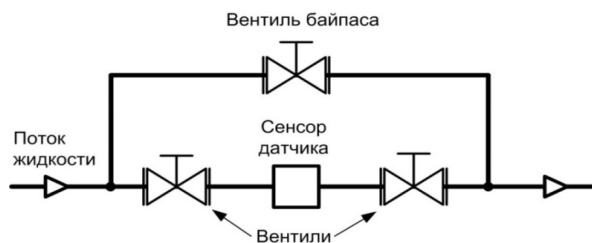

Рисунок 5.7 – Установка сенсора по схеме типичного байпаса
**Демонтаж сенсора для обслуживания:** если расходомер требует периодической калибровки или обслуживания (очистки), на трубопроводе, где планируется установить измерительный сенсор расходомера, рекомендуется смонтировать обходной трубопровод (байпас), позволяющий не останавливать процесс на время сервисных работ, рисунок 5.7.